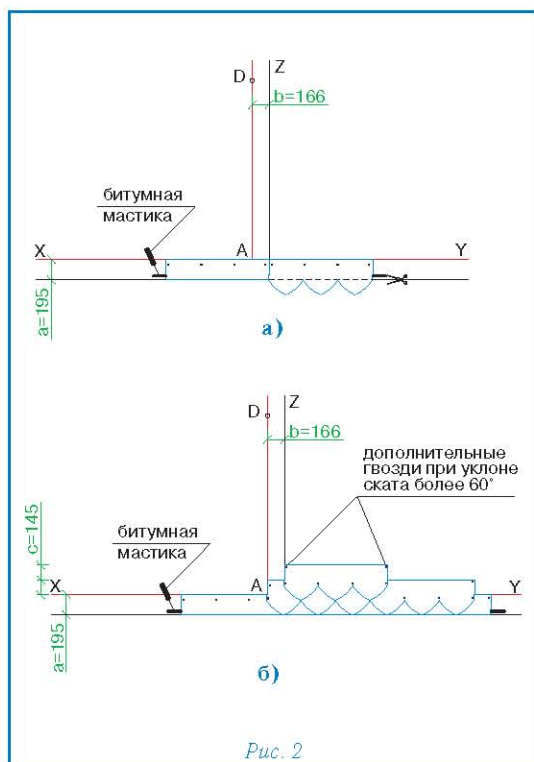

Рис. 2
Укладка материала (рис. 2)
- Начальный ряд формируется из листов черепицы ВЕРСАЛЬ с обрезанными лепестками. Полученные таким образом полосы шириной 19,5 см укладываются по линии карниза в обе стороны от линии Z (рис. 2а) и фиксируются по нижнему краю битумной мастикой, а по верхней кромке 4 гвоздями (ось гвоздей на 5 см ниже верхнего края полосы);
- далее первый ряд черепицы укладывается от линии AD (рис. 2б);
- второй ряд укладывается от линии Z (со смещением 16,6 см от AD) (рис. 2б);
Каждый лист гибкой черепицы ВЕРСАЛЬ крепится 4 гвоздями таким образом, чтобы гвоздь прошивал и верхний край нижележащего листа черепицы (рис. 2б). При укладке черепицы на скатах при угле больше 60° лист должен крепиться 6 гвоздями (2 дополнительных гвоздя фиксируют верхние углы листа на расстоянии от краев 2,5 см).